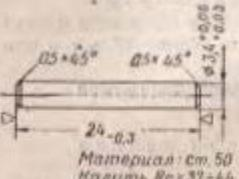

Рис. 24. Ось целика
(II) Если подобрать ось невозможно, то изготовить ось с повышенными размерами по рис. 24, развернуть отверстия в основании целика до диаметра $3,45^{+0,03}$ мм, а в целике до диаметра $3,46^{+0,04}$ мм, собрать прицел и концы оси раскреприть.